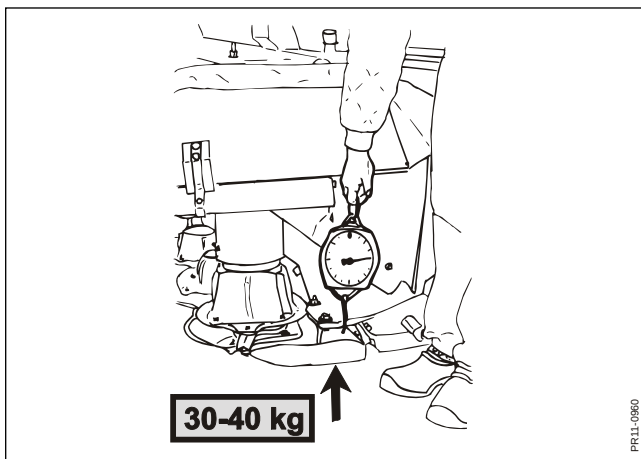

Fig. 3-13
- Fig. 3-13** Im Prinzip können die Federn so eingestellt werden, dass der Mähbalken „schwebt“. Anfangs **jede Seite auf 30-40 kg** Bodendruck einstellen, wo eine Federwaage angewendet wird).